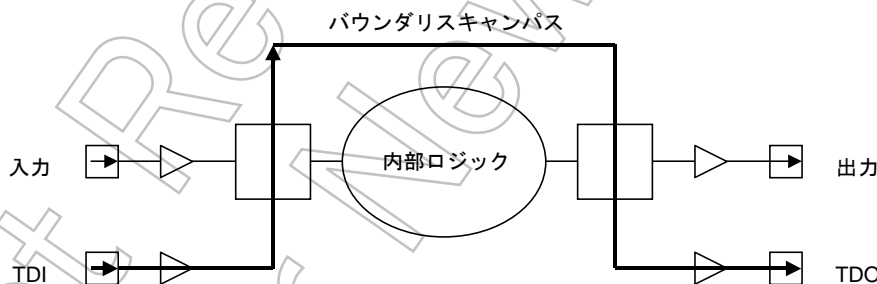

図 23-10 PRELOAD が選択されているときのテストデータの流れ
- PRELOADは他の命令を選択するまえに、バウンダリスキャンレジスタを初期化するのに使います。例えば、前に述べたようにEXTEST命令を選択するまえにPRELOADを用いてバウンダリスキャンレジスタを初期化します。PRELOADはシステムロジックの通常動作に影響を与えずに、バウンダリスキャンレジスタにデータをシフトします。図 23-10にSAMPLE/PRELOAD命令のPRELOADを実行しているあいだのデータの流れを示します。